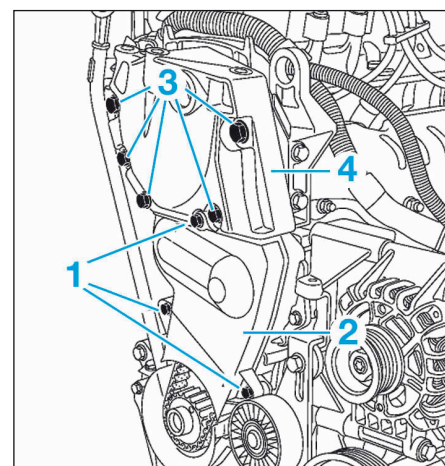
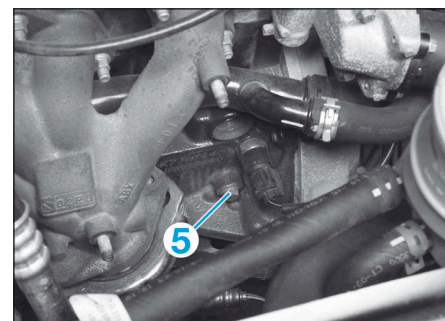

FIG.3
FIG.4
- Déposer (Fig.3) :
- les vis (1) du carter inférieur de distribution (2) puis ce dernier,
- les vis (3) du carter supérieur de distribution (4) puis ce dernier.
- Déposer le bouchon (5) situé sous le manocontact de pression d'huile, à l'avant du moteur (Fig.4).
- Déposer le bouchon (5) (Fig.4).